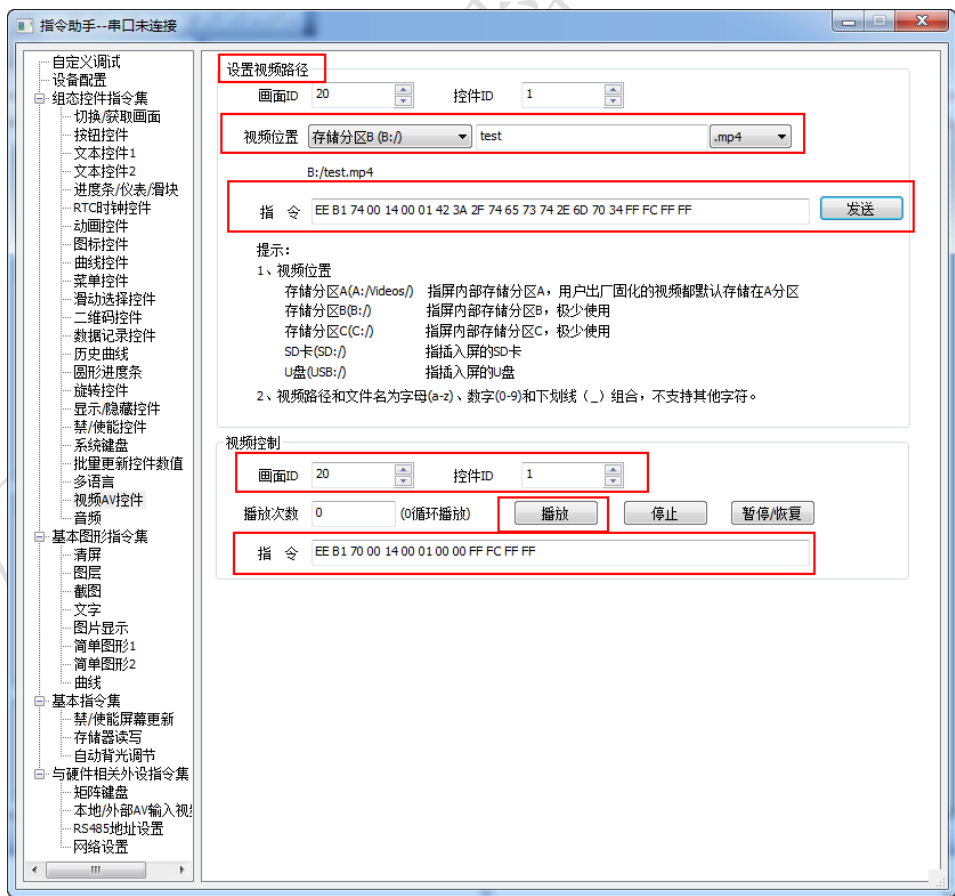

图 6-2 生成指令
2. 在指令助手中生成设置视频播放控件播放路径为(存储分区 B)SD 卡根目录下的 test.mp4 文件的指令和播放视频的指令，如图 6-2 所示：